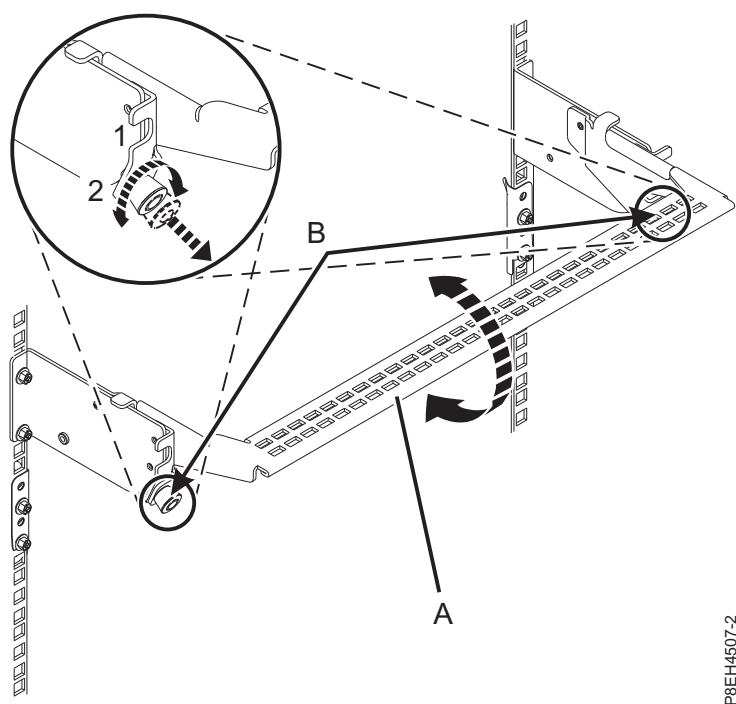

図 32. ケーブル管理ブラケットの保守位置への設置
6. PCIe3 拡張ドロワーの背面で、ケーブル管理ブラケットを保守位置に置きます。32 ページの図 32を参照してください。
- a. 1/4 回転ファスナー (B) を引き出し、ケーブル管理ブラケット (A) を上げた位置 (1) まで持ち上げながらそれらのファスナーを回転させて解放します。
- b. 1/4 回転ファスナー (B) を回転させ、ブラケットにかみ合わせて所定の位置にロックします。